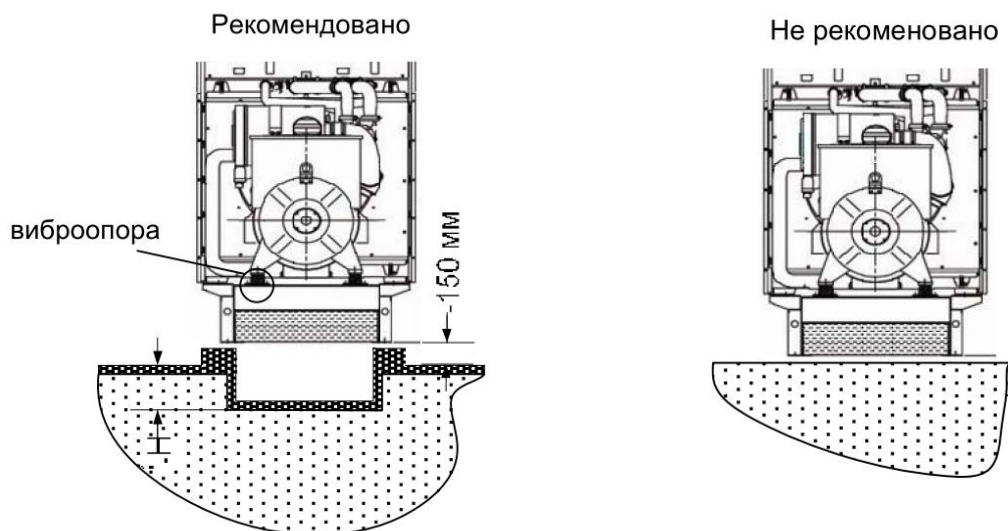

Рис. 4.
**4.5.1. Основание:** наилучшим основанием для монтажа является блок усиленного бетона. Основание должно обеспечивать жёсткую поддержку генераторной установки для предотвращения качения и ударов. Стандартный бетонный блок толщиной 150-200 мм с площадью не меньше площади платформы установки. Земля под блоком должна выдерживать вес блока и установки. (Если генератор устанавливается над землёй, конструкция здания должна выдерживать вес машины, топливного бака, дополнительных устройств и т.д.) Здание должно соответствовать строительным нормам. Если на земле сыро (как в бойлерных помещениях), основание должно находиться выше уровня земли (~ 150 мм) для безопасности электрических соединений, обслуживания и уменьшения коррозии металла платформ. Не устанавливайте ДГУ на песчаный грунт или глину без бетонного блока [Рис. 4].